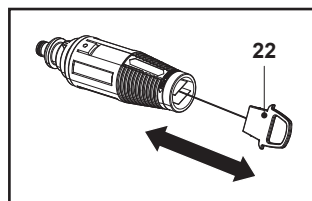

Fig. 18
2. Remova quaisquer depósitos de sujeira do orifício do bocal utilizando uma agulha (22) (Fig. 18).